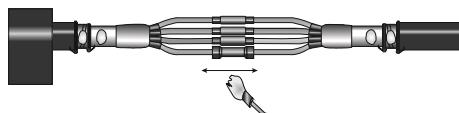

Рисунок 11
4.28 Усадить трубы, начиная от центра соединительных гильз (рисунок 11).